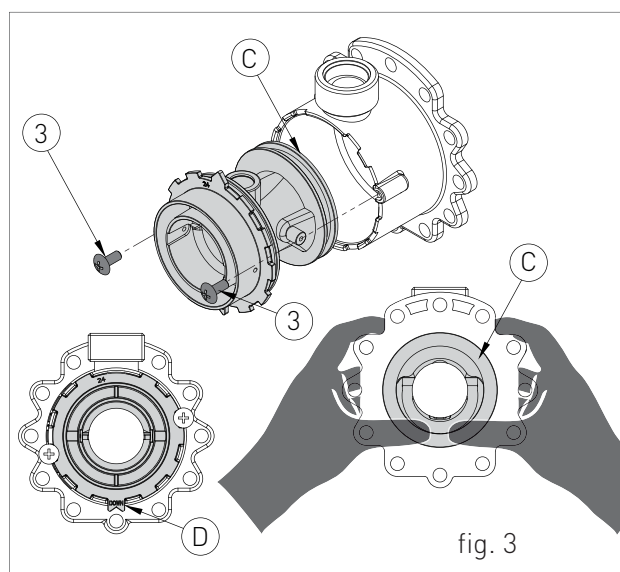

fig. 3
- › soltar los dos tornillos '3' (fig.3) y presionar sobre la parte posterior del venturi 'C' (fig.3);
- › sustituir el venturi con el adecuado para el tipo de gas de suministro (GLP) y asegurarse de que el diente 'D' (fig.3) se ajusta hacia abajo en el cuerpo de aluminio (ver fig.3);